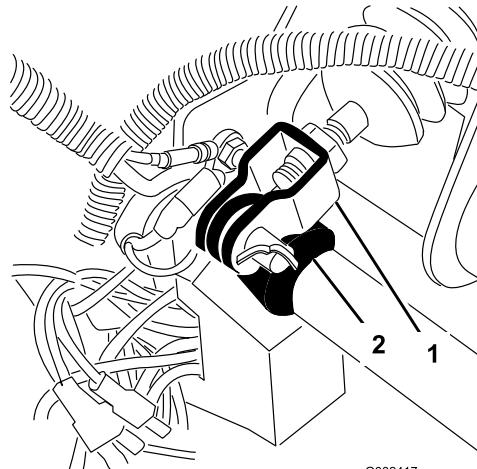

Bild 64
- Nehmen Sie den Splint und Lastösenbolzen ab, mit dem das Hauptzylinderjoch am Bremspedalgelenk befestigt ist (Bild 64).
- Lösen Sie die Sicherungsmuttern, mit denen das Joch an der Hauptzylinderwelle befestigt ist (Bild 64).